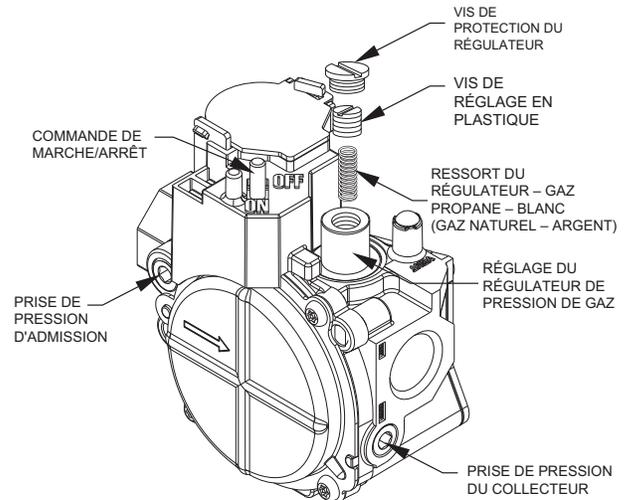

Fig. 13 – Vanne de gaz à une phase
- Retirez la vis de protection du régulateur qui recouvre la vis de réglage en plastique sur la vanne de gaz (consultez la Fig. 13).
- Tournez la vis de réglage en plastique dans le sens horaire pour augmenter le débit de gaz ou dans le sens antihoraire pour le diminuer (consultez la Fig. 13). La pression dans le collecteur doit être entre 3,2 et 3,8 po de colonne d'eau.
- Remettez la vis de protection du régulateur en place sur la vanne de gaz (consultez la Fig. 13).